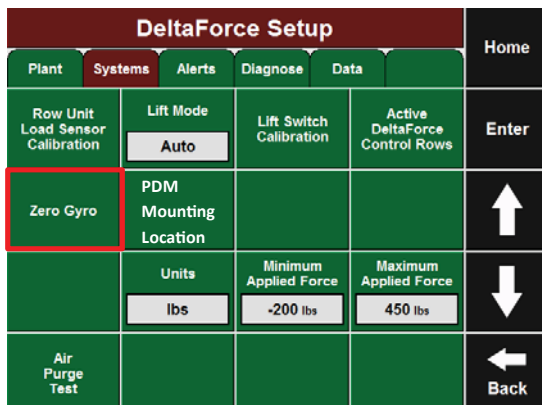

Ilustración 12
2.12 Seleccione "Zero Gyro". Consulte la Ilustración 12.